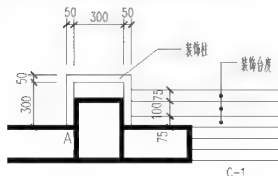

图 4.30 装饰柱和装饰台度的尺寸
装饰柱和装饰台度的尺寸如图 4.30 所示。
- (1) 将【立面装饰】图层设置为当前层，打开【正交】和【对象捕捉】功能。
- (2) 单击【绘图】工具栏上的【多段线】图标  或在命令行输入“Pl”并按 Enter 键，启动【多段线】命令。
① 在指定起点：提示下，捕捉如图 4.30 所示的 A 点。